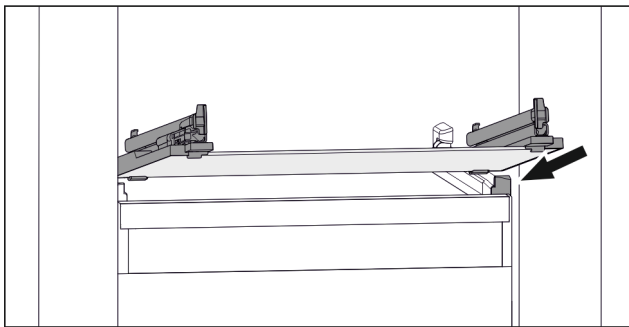

Fig. 42 Beispielhafte Darstellung der Glasplatte
- ▶ Glasplatte schräg hinter den Stopperrn aufsetzen. (zie Fig. 42)